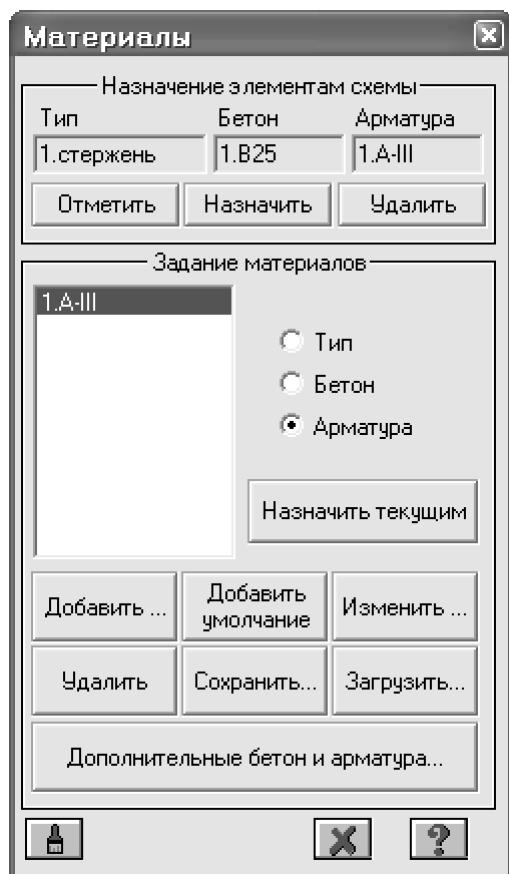

Рис.1.21. Диалоговое окно Материалы
- С помощью меню **Редактирование** ⇒ **Задание и выбор материала** (кнопка на панели инструментов) вызовите диалоговое окно **Материалы** (рис.1.21).